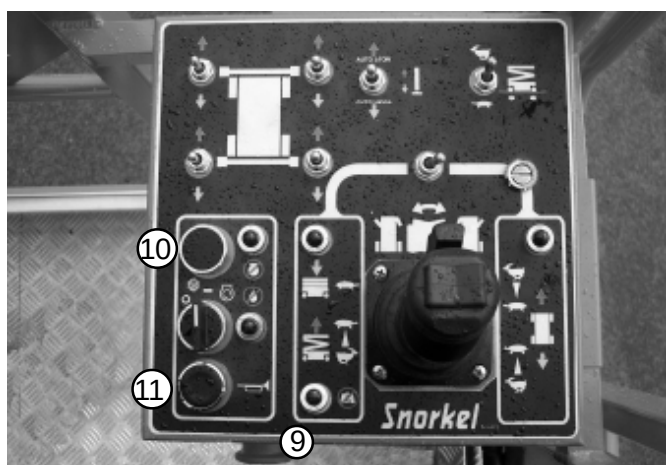

Fig. 8.14
7. Vrid nödstopsbrytaren (9) medsols och den "poppar ut" (se fig. 8.14).
8. Om motorn är kall, tryck ned och håll kvar chokebrytaren (10) (se fig. 8.14) under nästa steg.
9. Vrid startbrytaren (11) till läge "Start", medsols och håll kvar den tills motorn startar eller under maximalt 20 sekunder vilket som inträffar först. Då motorn startar, släpp startbrytaren (11) och chokebrytaren (10).